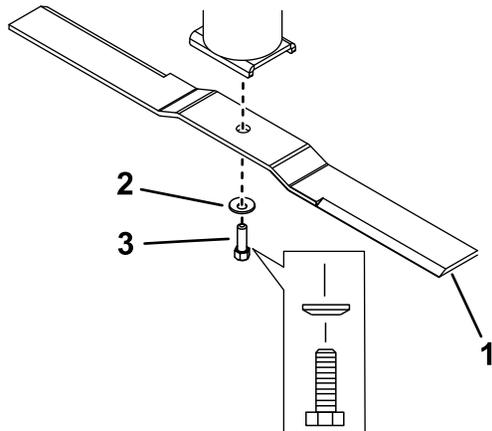

Рисунок 39
- Выверните болт ножа, снимите изогнутую шайбу и нож с чаши шпинделя в сборе (Рисунок 39).
1. Установите нож на шпиндель (Рисунок 39).
2. Установите изогнутую шайбу (чашеобразной стороной в сторону ножа) и болт ножа (Рисунок 39).